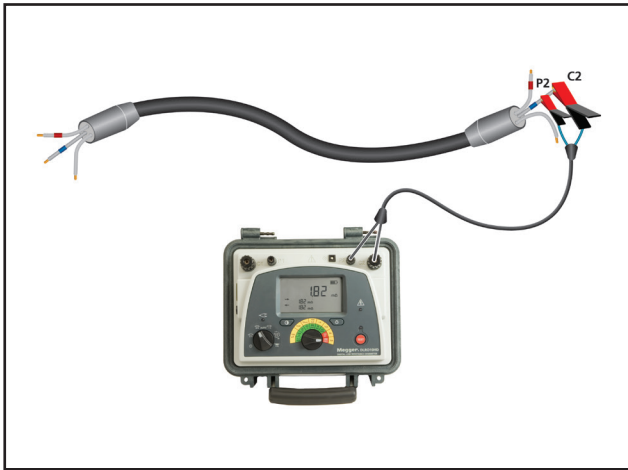

Abb. 10: C2 und P2 sind als separate Kabel vom Messgerät zu einer der Adern dargestellt.
Schritt 1: Strom- und Spannungsleitungen C2 und P2 mit der zu prüfenden Ader verbinden. In Abb. 10 ist es die Ader mit der blauen Markierung.